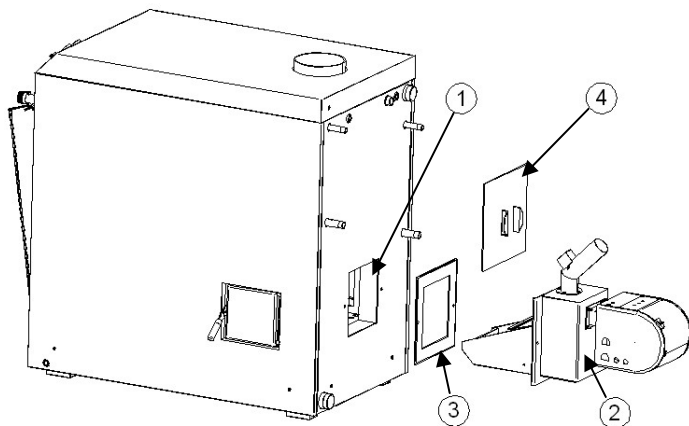

fig.13.
1. funcționare automată pe peleți, prin montarea arzătorului pe peleți (2) în ușa (orificiul) (1) de pe spatele cazanului utilizând garnitura de etanșare (3), fig.13.. Se va fixa în șuruburi M10, având grijă ca arzătorul să fie bine montat. Contactul dintre arzător și cazan trebuie să fie etanș, pentru a preveni scurgeri de gaze în camera centralei.
2. funcționare pe lemne și/sau deșeuri lemnoase cu alimentare manuală. Dacă această funcționare este pe o perioadă mai îndelungată, este indicat ca în acest caz să se demonteze arzătorul pe peleți, iar ușa (1) (orificiul) de pe spatele cazanului să se opteze cu placa metalică (4) fig.13. aflată în dotarea cazanului.